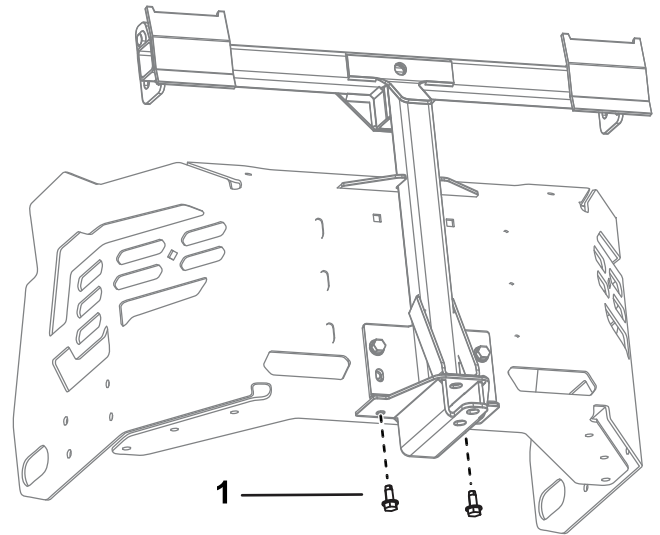

Bild 16
3. Entfernen Sie die vorhandenen zwei Blechschrauben von der Unterseite des Maschinenrahmens (**Bild 16**).
5. Positionieren Sie den Drehrahmen nach oben und befestigen Sie ihn mit zwei Blechschrauben (5/16" x 3/4") an der Unterseite des Maschinenrahmens, wie in **Bild 16** abgebildet.